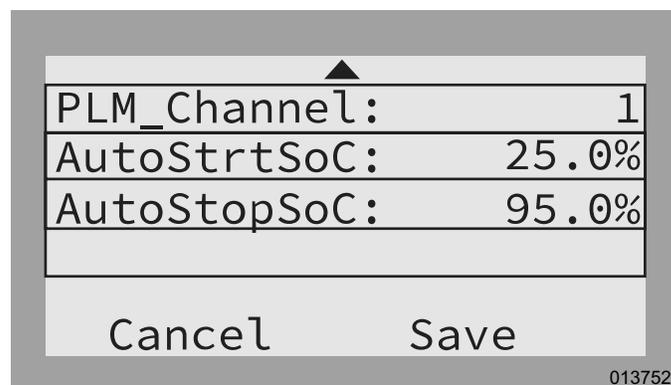

Figure 3-13. Exemple d'écran de point de consigne de la génératrice PWRgenerator
- Voir Figure 3-13. Appuyer sur la touche fléchée bas pour faire défiler jusqu'au bas de la liste et sélectionner Save (Enregistrer). Appuyer sur la touche centrale.